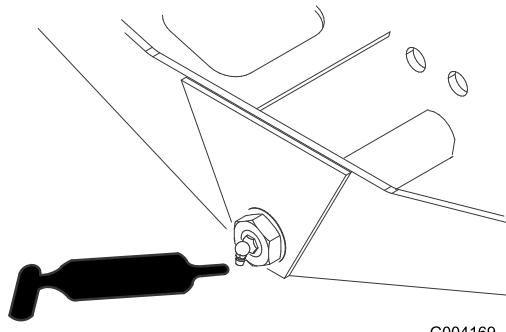

Figura 47
- Pivote de dirección (1) (Figura 47)